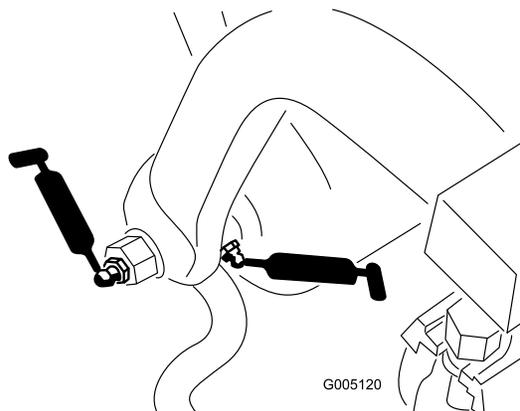

Рисунок 30
- Вал приводной рамы и ролик (12 шт.) (Рисунок 30)